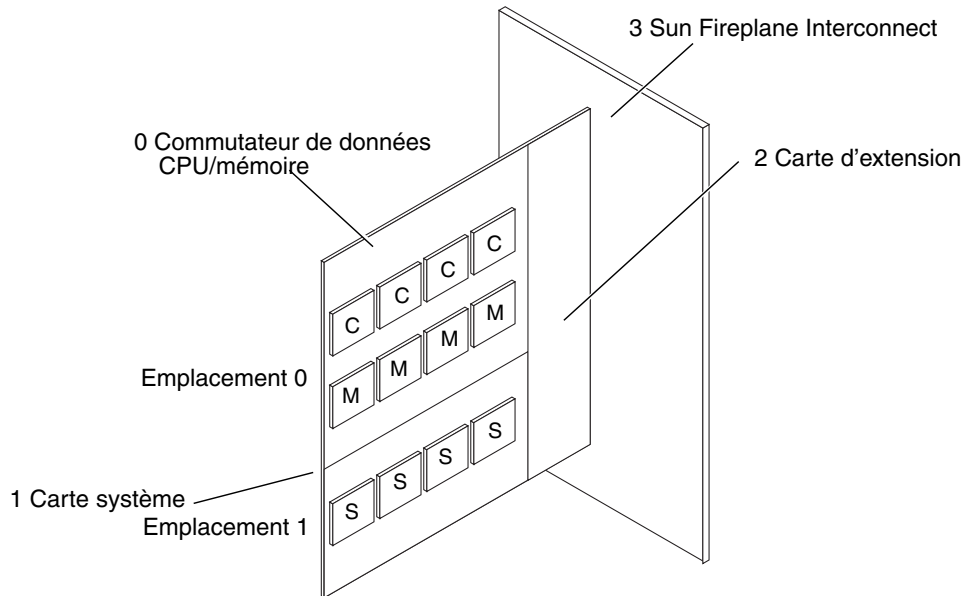

FIGURE 4-2 Données des Systèmes Sun Fire 15K/12K - niveaux d'interconnexion pour les transferts
L'interconnexion de systèmes Sun Fire 15K/12K est implémentée sur plusieurs couches physiques (voir FIGURE 4-2). Sur un serveur complexe, il est très difficile de connecter toutes les unités fonctionnelles (CPU/unités de mémoire, contrôleurs d'E/S) les unes aux autres. L'interconnexion système d'un serveur est mise en œuvre sous la forme de niveaux hiérarchisés : les puces sont connectées aux cartes, elles-mêmes reliées à Sun Fireplane interconnect. Pour les composants situés sur une même carte, la latence est peu élevée et la bande passante, élevée. Ceci s'explique par le fait qu'il existe davantage de connexions entre ces composants qu'avec les composants n'ont intégrés à la carte.
- L'interconnexion du transfert de données se compose d'une hiérarchie de crossbars à quatre niveaux, comme indiqué dans la FIGURE 4-2 :